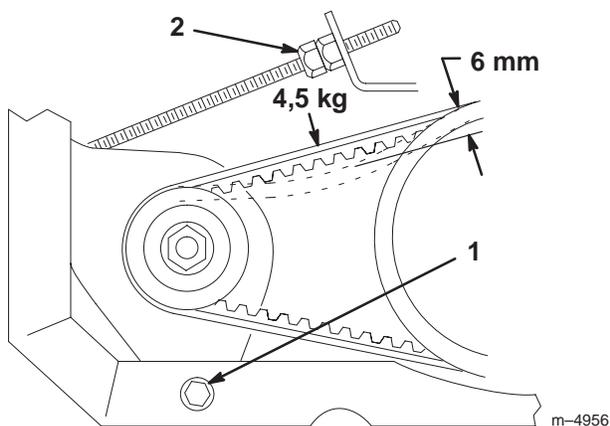

Figure 37
2. Desserrez le boulon pivot de l'alternateur du démarreur (Fig. 37).
3. Vissez plus ou moins l'écrou de blocage sur la tige du démarreur (Fig. 37) jusqu'à ce que la courroie présente une flèche de 6 mm lorsqu'elle subit une force de 4,5 kg.
4. Serrez le boulon pivot de l'alternateur du démarreur (Fig. 37).